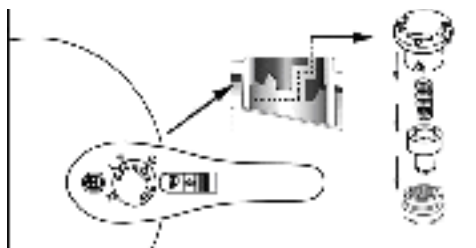

Fig.13
Die spezielle Demontage wird wie folgt durchgeführt: (Abb.13)
- Schalten Sie das Betriebsventil in die Stellung « Φ », bauen Sie es aus und demontieren Sie die Teile in der Reihenfolge; in der in Abb. 13 gezeigten Reihenfolge demontieren und anschließend reinigen; den Deckel umdrehen und die Dichtungsscheibe reinigen. Nach der Reinigung werden sie in umgekehrter Reihenfolge wieder eingebaut.
- Arbeitsdruckventil: Das Druckventil von Hand ausbauen und reinigen (siehe Abb.13).